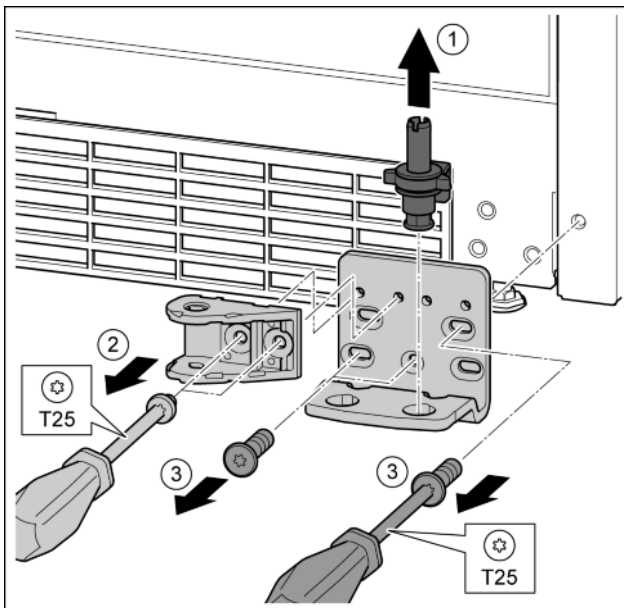

Fig. 35
- ▶ Lagerbolzen komplett nach oben herausziehen. Fig. 35 (1)
- ▶ Schrauben mit Schraubendreher T25 herausdrehen und Schließdämpfverbindung abnehmen. Fig. 35 (2)
- ▶ Schrauben mit Schraubendreher T25 herausdrehen und Lagerbock abnehmen Fig. 35 (3)